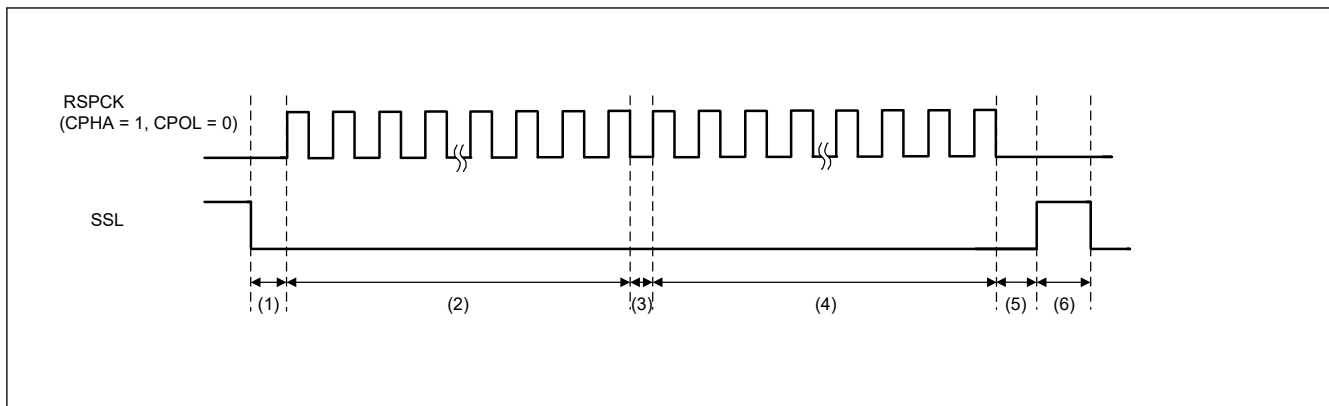

図 33.49 SSLKP ビットを利用したバースト転送の動作例 (BFDS = 1)
図 33.49 に SPCMD0 および SPCMD1 レジスタの設定値を使用してバースト転送を実現した場合の SSL 信号の動作例を示します。以下では、図 33.49 に示す (1)~(6) の SPI の動作内容について説明します。SSL 出力信号の極性は、SPI スレーブ選択極性レジスタ (SSLP) の設定値に依存します。